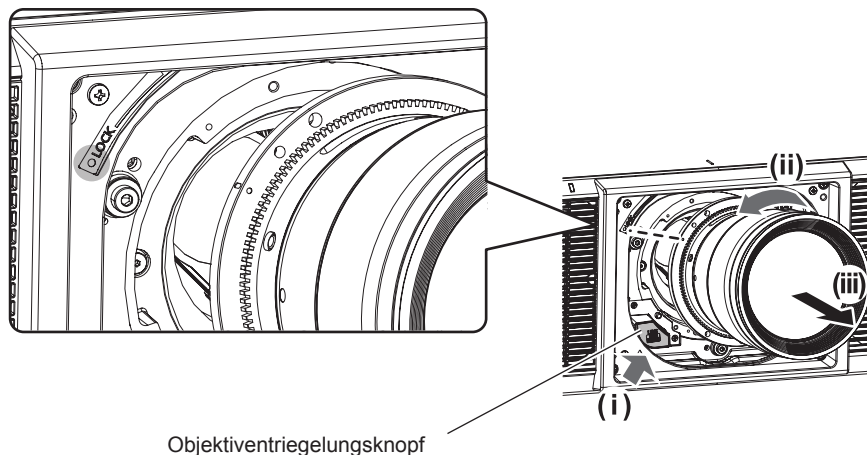

Abb. 1
- 2) Entfernen Sie das Projektionsobjektiv, indem Sie es gegen den Uhrzeigersinn drehen, während Sie die Objektivverriegelungstaste drücken. (Abb. 1)**